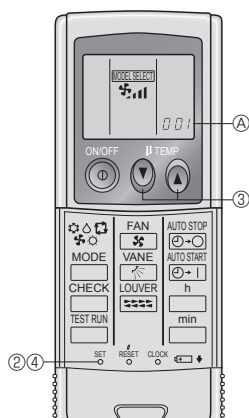

Fig. 6-3
2) Programmation (Fig. 6-3)
- ① Introduire les piles.
- ② Appuyer sur le bouton SET à l'aide d'un objet pointu. **MODEL SELECT** clignote et le numéro du modèle est allumé.
- ③ Appuyer sur le bouton temp \odot \odot pour programmer le numéro du modèle. Si l'opération est erronée, appuyer sur la touche ON/OFF \odot et recommencer à partir du point ③.
- ④ Appuyer sur le bouton SET à l'aide d'un objet pointu. **MODEL SELECT** et le numéro du modèle s'allument pendant trois secondes puis s'éteignent.